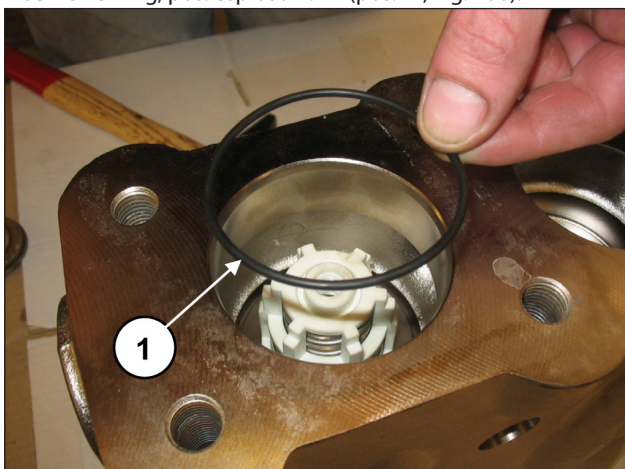

Fig. 100
Inserire l'O-ring, pos. esplosa n. 17 (pos. ①, Fig. 100).